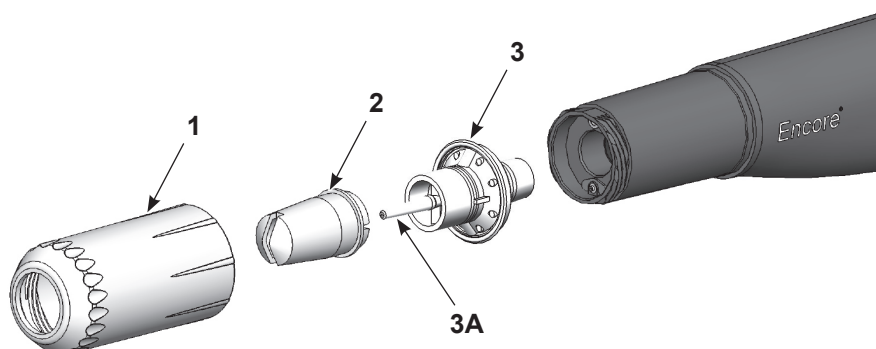

Figure 8 Dépose et installation de la buse à jet plat
1. Voir la Figure 8. Dévisser l'écrou de la buse (1) dans le sens inverse des aiguilles d'une montre.
2. Retirer la buse à jet plat (2) du bloc-électrode (3).